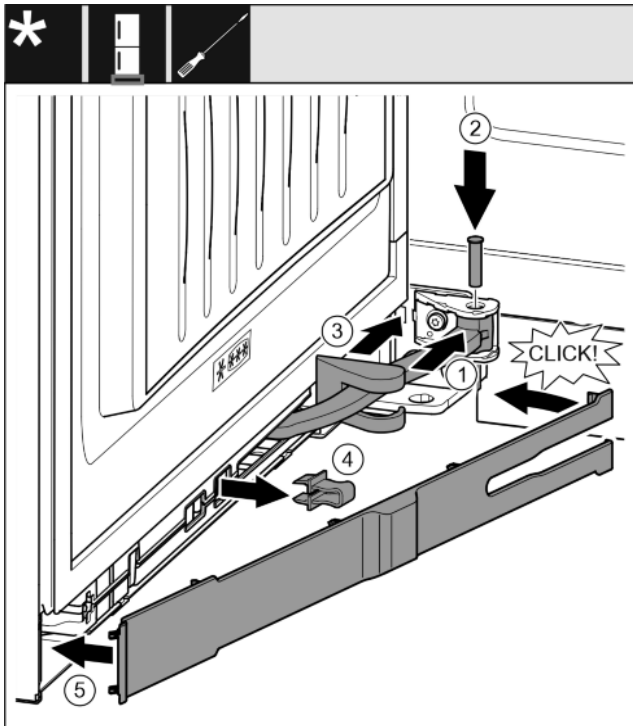

Fig. 37
- ▶ Otočte kloub v závěsu. Fig. 37 (1)
- ▶ Šroubovákem T15 vložte čep do závěsu a kloubu. Přitom dávejte pozor, aby byla zajišťovací vačka správně usazena v drážce. Fig. 37 (2)
- ▶ Posuňte kryt stojanu ložiska podél kloubu a namontujte nad závěsem. Fig. 37 (3)
- ▶ Vytáhněte pojistku. Fig. 37 (4)
- ▶ Nasadte záslepku na straně madla a sklopte. Fig. 37 (5)